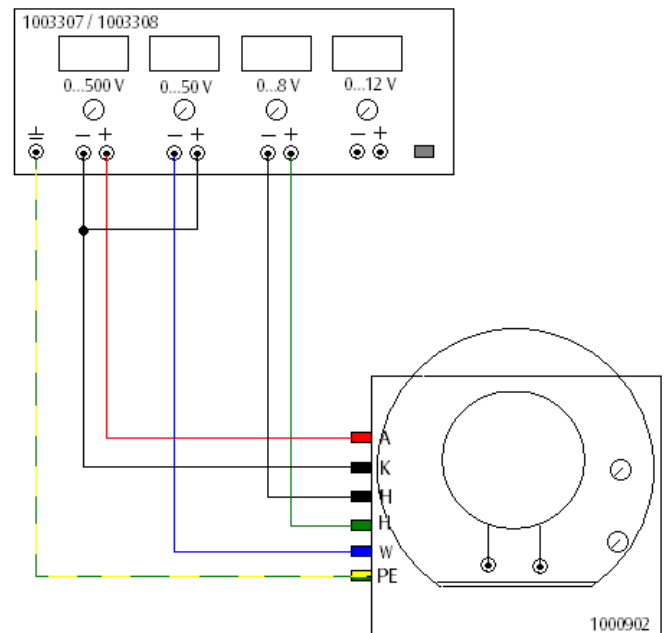

Fig. 3: Branchement de l'oscilloscope au bloc d'alimentation.
- Reliez les entrées de l'oscilloscope avec les sorties de l'alimentation conformément aux tensions indiquées (Fig. 3).